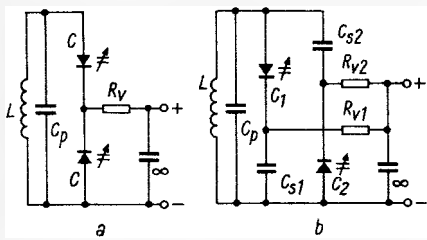

Bild 7 Grundschaltungen für die Zuführung der Abstimmspannung bei Resonanzkreisen mit zwei im Gegentakt betriebenen Kapazitätsdioden
1) Vgl. FUNKSCHAU 1966, H. 12, S. 384, Bild 7.